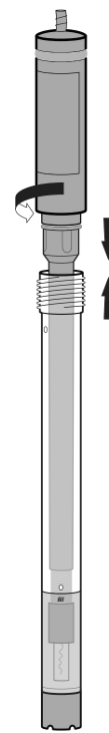

Figura 18
- Sumerja el electrodo durante al menos 15 minutos antes de su uso en un beaker con una solución combinada. Prepara la solución tomando 1 mL de estándar de amoníaco de 100 mg N-NH₃/L ppm y 1 mL de la SIn ISA o EDTA/NaOH. Vea la Figura 18.